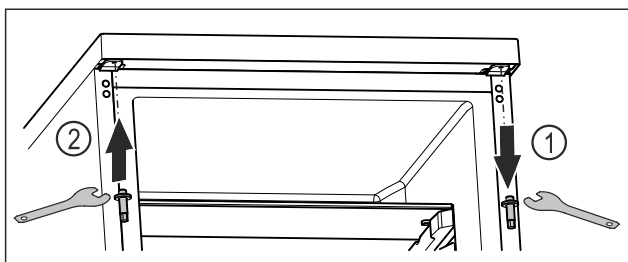

Fig. 15
- ▶ Wykręcić górny sworzeń kluczem imbusowym. Fig. 15 (1)
- ▶ Przykręcić sworzeń po przeciwnej stronie kluczem imbusowym. Fig. 15 (2)